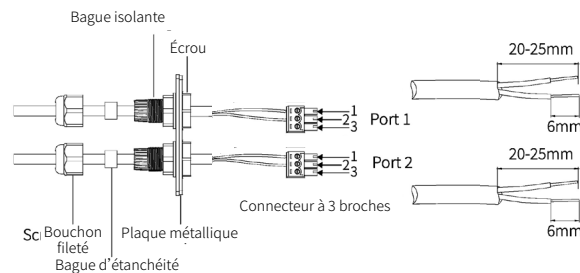

Fig. 41. Processus de raccordement à la borne.
2. Faire passer le câble dans l'orifice et le raccorder à la borne en le faisant passer par les éléments suivants : bouchon fileté, bague d'étanchéité, bague isolante, plaque métallique, écrou et connecteur à 3/6 broches (cf. Fig. 41) :